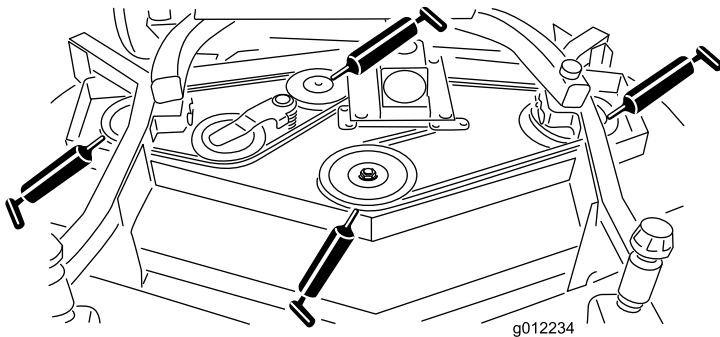

Figura 19
- Cuscinetti (3) dell'asse del perno (situati sotto la puleggia) (Figura 19)
- Cuscinetti dell'asse della leva di rinvio (Figura 19)